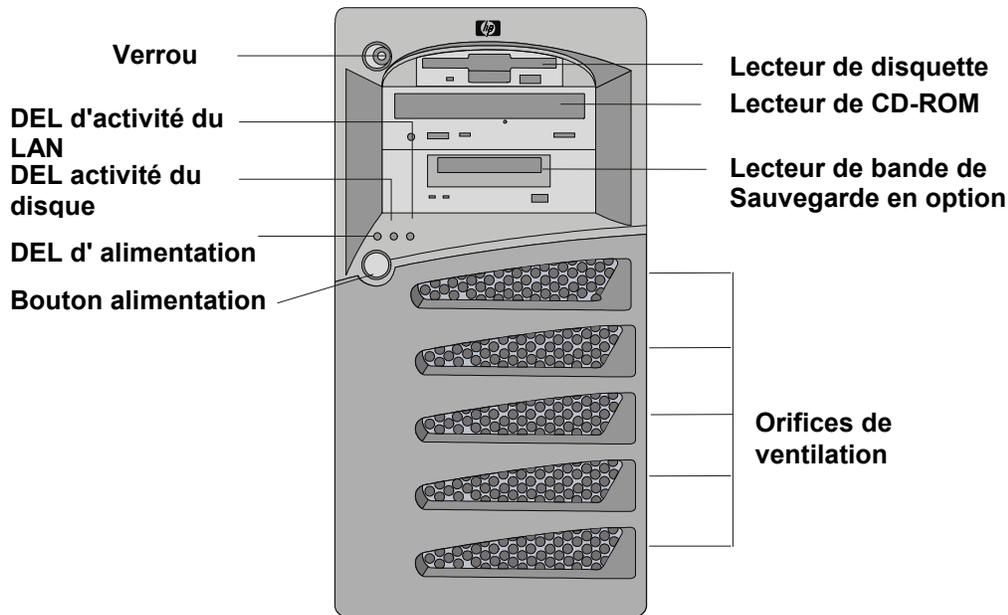
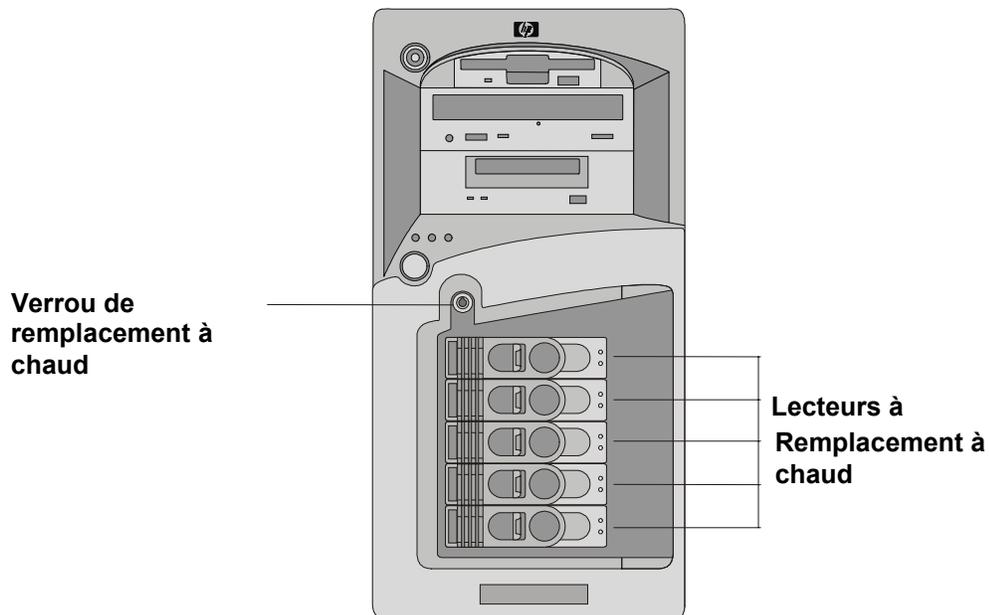

Figure 1-1. HP Server tc3100 avec remplacement à froid des disques durs
Figure 1-2. HP Server tc3100 avec remplacement à chaud des disques durs
Le panneau frontal du HP Server tc3100 contient les commandes et les indicateurs couramment utilisés. Voir Figure 1-1 et Figure 1-2. Le tableau 1-1 décrit les indicateurs DEL.
2. Appuyez sur le bouton d'alimentation du panneau de commandes frontal. Voir Figure 1-1.